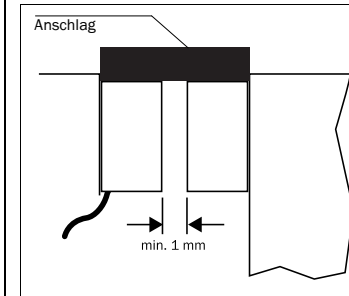

Abb. 6: Montagebeispiel von Sicherheitsschalter und Betätiger
- Sicherheitsschalter und Betätiger so montieren, dass sie sich nicht gegenseitig berühren: minimaler Abstand der Stirnflächen bei geschlossener Schutzrichtung 1 mm (Abb. 6).
- Zusätzlichen Anschlag für beweglichen Teil der Schutzrichtung anbringen (Abb. 6).